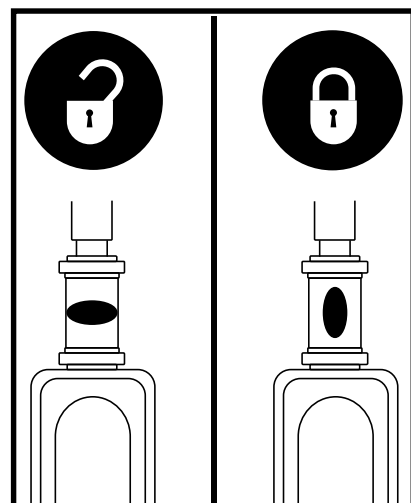

Figura 35. Bloccasterzo
2. Bloccare il manubrio in posizione diritta in avanti spingendo la manopola di blocco del manubrio e ruotandola in senso orario di 90°. **Vedere figura 35.** La ruota anteriore deve essere rivolta in avanti per bloccare il manubrio.
1. Estrarre la chiave dall'apposito interruttore e bloccare il manubrio in posizione diritta in avanti spingendo la manopola di blocco del manubrio e ruotandola in senso orario di 90°. **Vedere figura 35.** La ruota anteriore deve essere rivolta in avanti per bloccare il manubrio.
6. Sbloccare la ruota anteriore ruotando il manubrio di 90° in senso antiorario. **Vedere figura 35.**